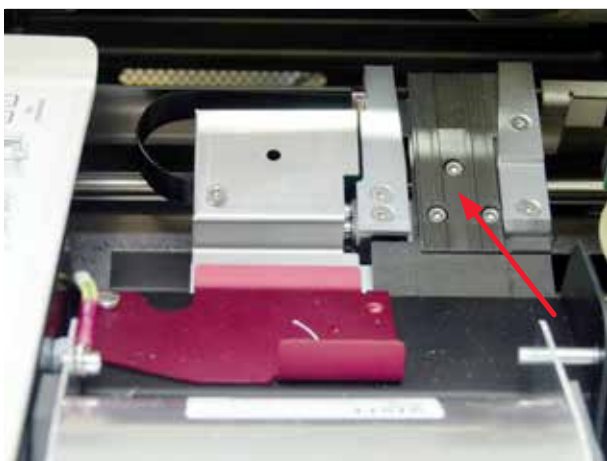

图 49
- 运输站点 (→ "图 49")
- 在清洁后和使用仪器之前，盖上折盖 (→ "图 49")。